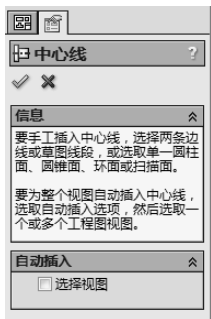

图 8-81 中心线操控板
- [1] 单击注解工具栏上的【中心线】按钮，出现中心线操控板，如图 8-81 所示。